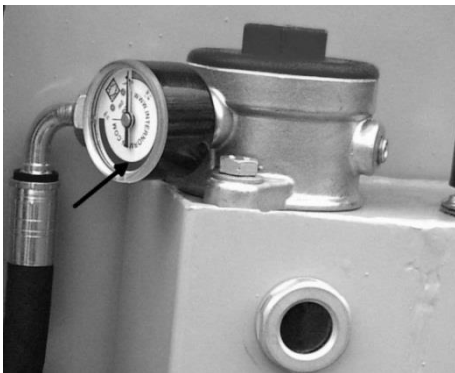

Abb.5
Die Verschlusschrauben (P) der Haube entfernen und den linken Seitenschutz (V) öffnen. (Abb.5)
Den Ölverschmutzungsfilmelder prüfen. Wenn der Zeiger auf dem roten Feld erscheint, den Ölfilter wechseln. (Abb.5)
Die Haube aus dem Gehäuse ausdrehen. (Abb.5)